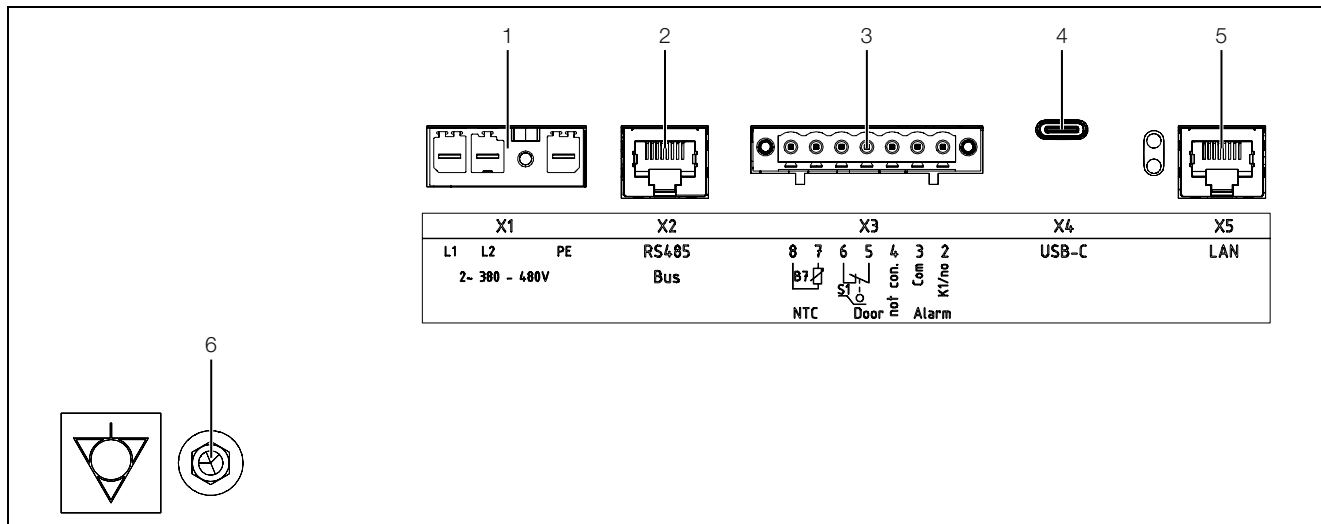

Bild 43: Nätanslutning och gränssnitt
snitt anslutas till potentialutjämnings anslutningspunkt. Anslutningspunkten är märkt med den nödvändiga kopplingssymbolen (bild 43, pos. 6).
– Kabelskärmen kan anslutas vid potentialutjämningspunkten (bild 43).